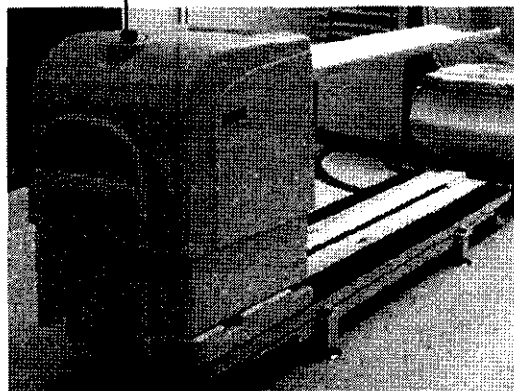

Figura 2-3 Botón Emergency Stop (Parada de emergencia) en la Camilla de adquisición de imágenes
- La camilla de adquisición de imágenes (un botón, que se muestra en la Figura 2-3)